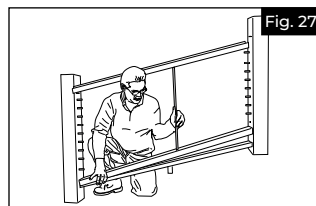

Fig. 27
b. Encaje el travesaño inferior (componente B) sobre la viga inferior (componente D) (Fig. 27).